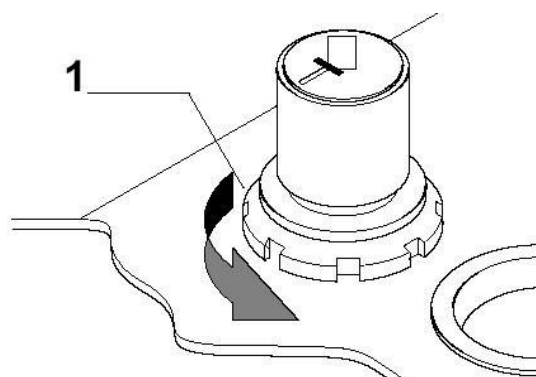

Fig. 53
3. Par une clef à crochet, desserrer la bague qui fixe le régulateur (Fig. 53/1) et le remplacer.